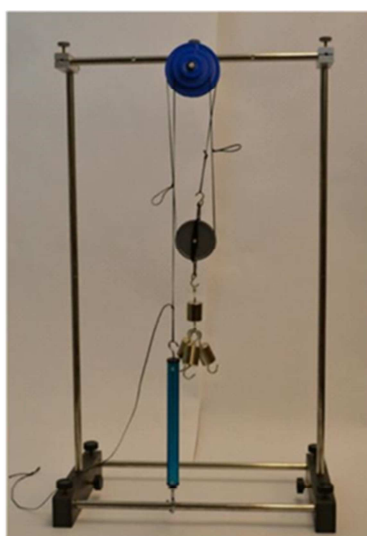

Figura 14-3: sistema de tres poleas
16. Haga que tres poleas funcionen en el sistema enhebrando la cuerda alrededor de tres poleas como se muestra en la Figura 14-3.